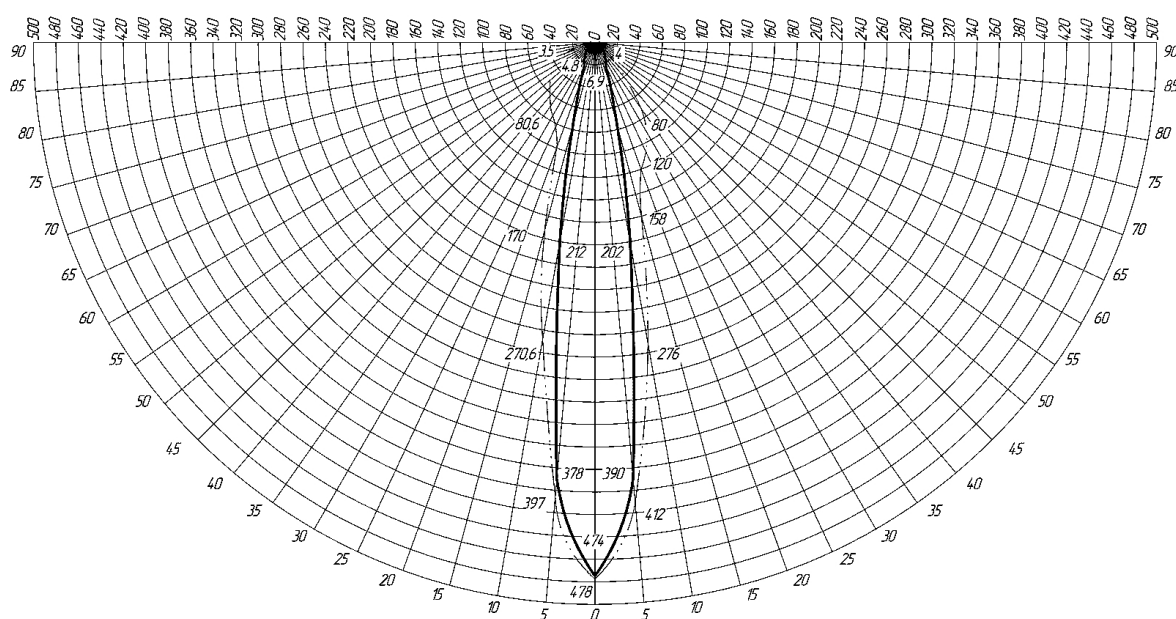

Рис.1
2.2 Кривая распределения силы света светильника приведена на рис.1. (расстояние 4,5м). Лк